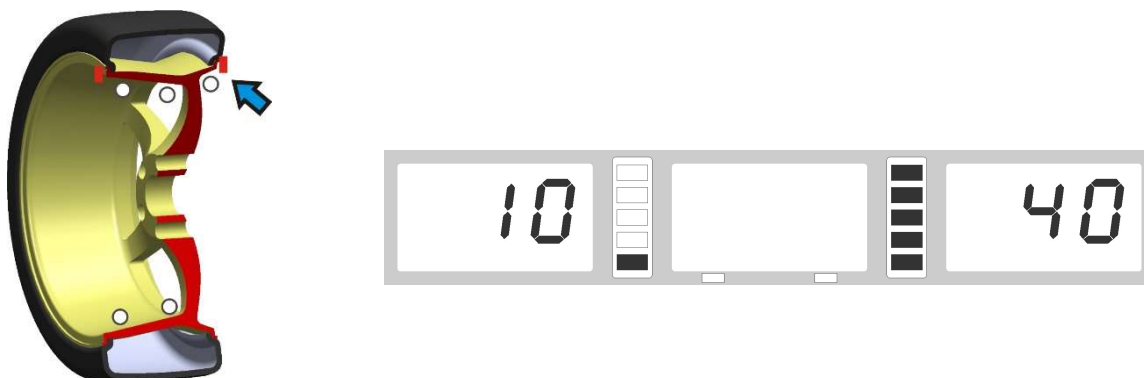

Fig. 3
- Als je het wiel langzaam linksom draait, geeft het rechter display met volledig verlichte LED's de juiste hoekpositie aan waarin de balanceergewichten (12 uur positie) aan de buitenkant moeten worden gemonteerd (zie **Fig. 3**).